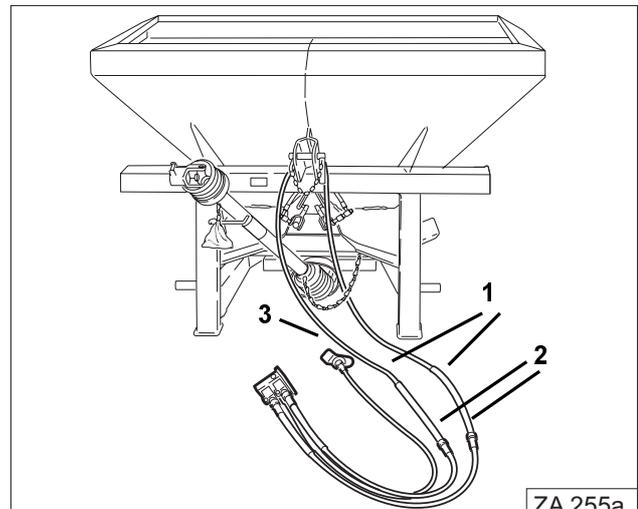

Fig. 59
- Vorhandene Blockhähne von den Hydraulikleitungen (Fig. 59/1) demontieren.
- Hydraulikleitungen (Fig. 59/2) der Zweigeinheit an die Hydraulikleitungen (Fig. 59/1) anschließen.
- Schutzkappe (Fig. 59/3) an Anschlussleitung befestigen.